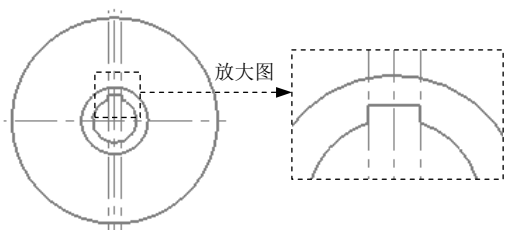

图 3.15.8 绘制键槽
Step3. 绘制图 3.15.8 所示的键槽。
(1) 平移竖直中心线。